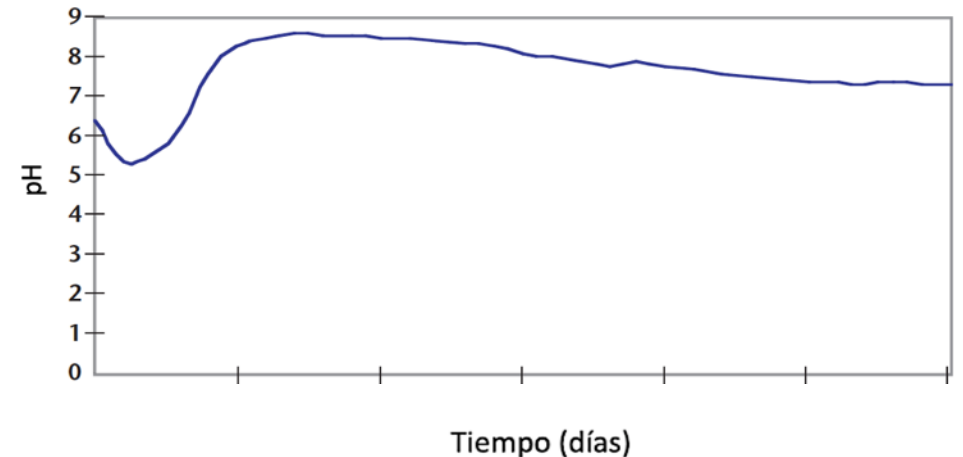

Figura n.9. Niveles de *pH* en una pila de compost en el tiempo.
- **Controlar el *pH* dentro de un rango óptimo es difícil y generalmente no se realiza (Figura n.9)**
- A $pH > 7,5$ pueden ocurrir pérdidas gaseosas de amoníaco (N)